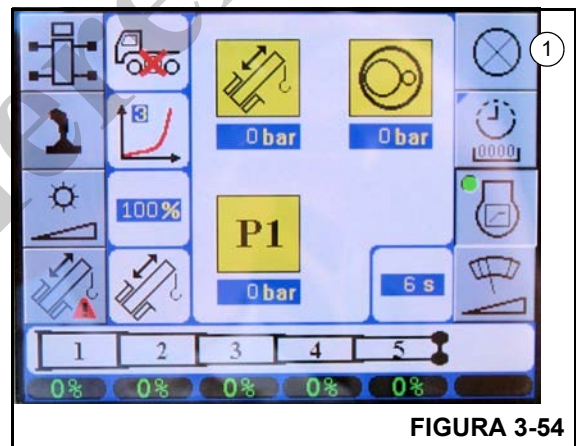

FIGURA 3-54
2. Pressione o botão F5 (1) (Figura 3-54).